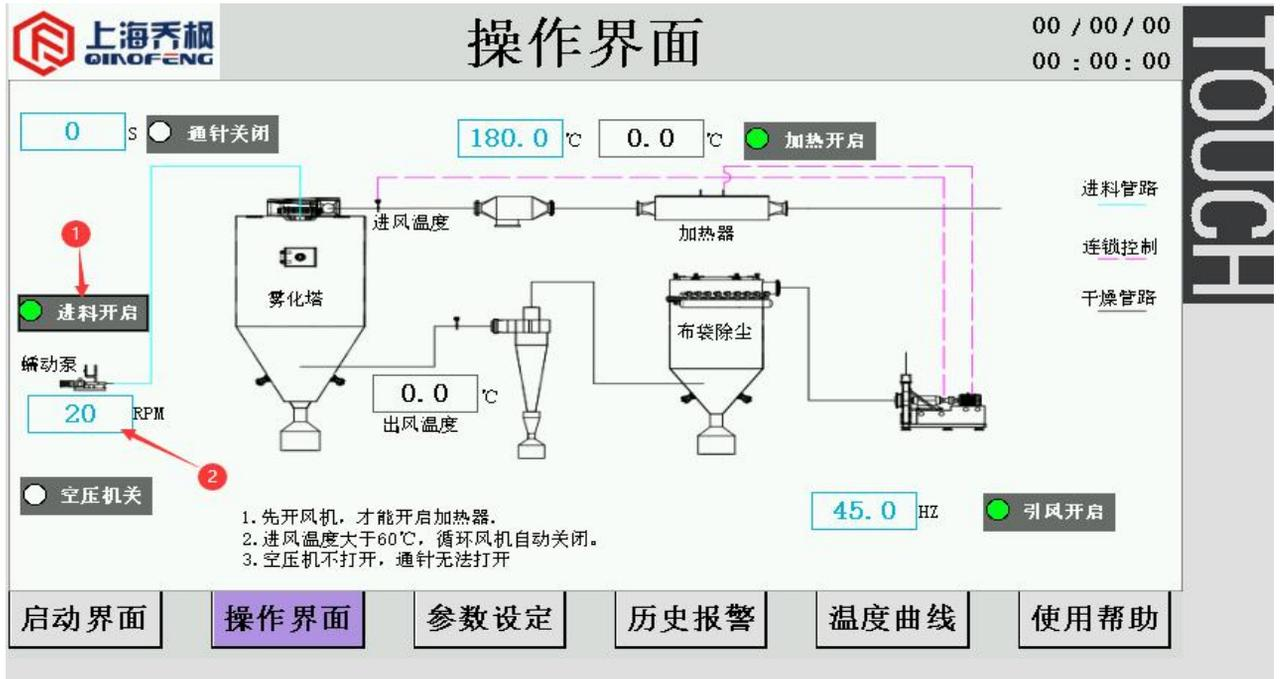

图 8
(6) 点击“蠕动泵开关”1，开启蠕动泵。点击“RPM”前的设定框2，用虚拟键盘输入“0-50”，即为蠕动泵电机工作转速为0-50RPM。显示状态如图8所示。